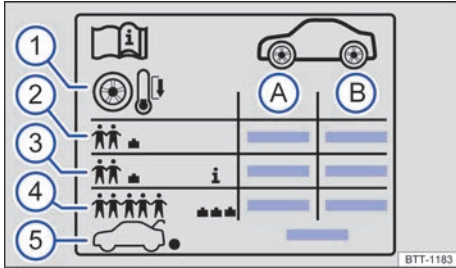

Fig. 208 Símbolos en el adhesivo de la presión de los neumáticos.
Datos que figuran en el adhesivo de la presión de los neumáticos → fig. 208:
En función del vehículo, el adhesivo de la presión de los neumáticos puede incluir una presión de confort → fig. 208 ③. La presión de confort permite aumentar el confort de marcha. Cuando se circula con la presión de confort, puede que se incremente el consumo de combustible.